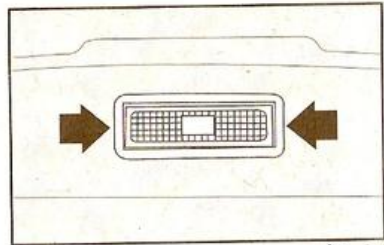

fig. 27
1) Saque el portalámparas, con un destornillador, presionando en los puntos indicados por las flechas fig. 27.